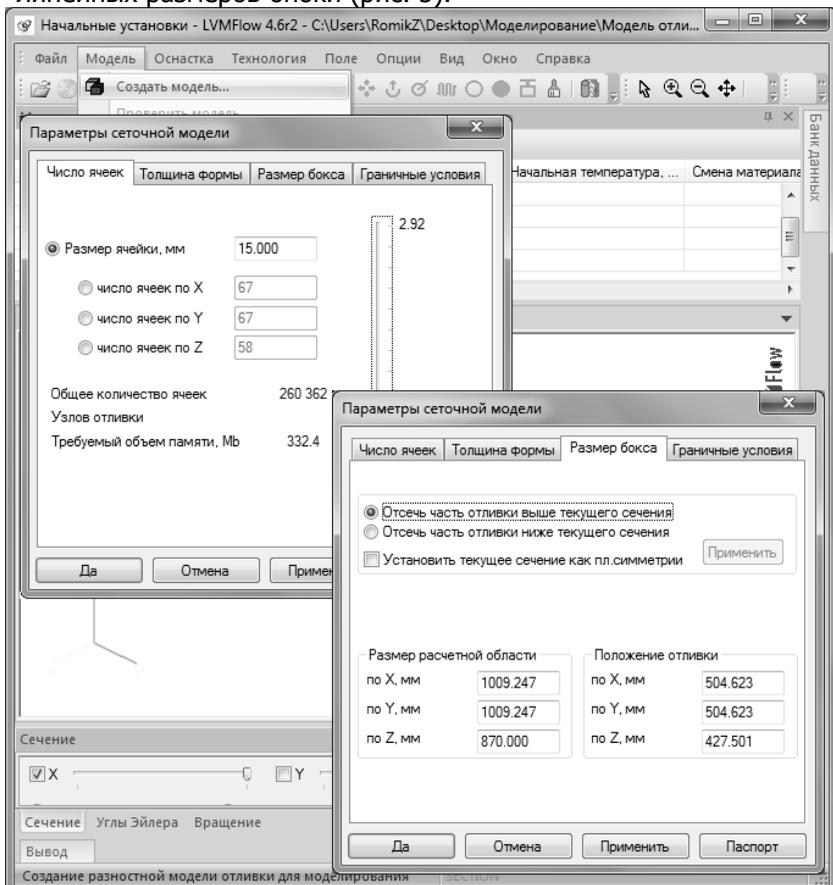

Рисунок 5 - Переход к диалогу создания расчетной сетки
- Создайте сеточный куб. Для этого откройте раздел меню «Модель» и выберите строчку «Создать модель» (рис. 5).
центру опоки, следует в полях ввода справа в окне диалога по оси x и по оси y ввести координаты середин соответствующих линейных размеров опоки (рис. 5).
зависит точность вычислений при моделировании, время моделирования и подробность в представлении отливки ячейками сетки (рис. 5).